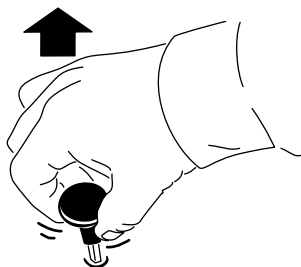

図 12
- スイッチを引く 図 12 と PTO が ON になりアタッチメントが作動アタッチメントの設定による。